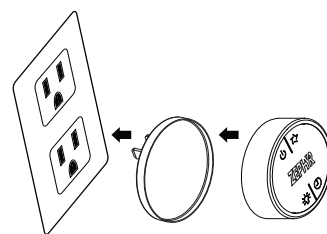

FIG. 4
9. Soulevez l'appareil assemblé et fixez les quatre supports à angle au support de plafond. Assurez-vous que les languettes des supports à angle entrent bien dans les fentes du support de plafond. La moitié du support à angle devrait se trouver à l'extérieur du support de plafond et l'autre moitié à l'intérieur. Fixez les supports à angle au support de plafond à l'aide de seize vis M4\*6, quatre pour chaque support à angle. FIG. 4.
La commande à distance radioélectrique est munie d'un aimant pour un entreposage facile. La commande peut être mise sur n'importe quelle surface magnétique, comme un réfrigérateur ou le support à commande Zephyr (FIG. 4). Le support à commande peut s'installer à une prise électrique standard pour un rechargement facile. Note : Le support à commande ne recharge pas la commande à distance RF.